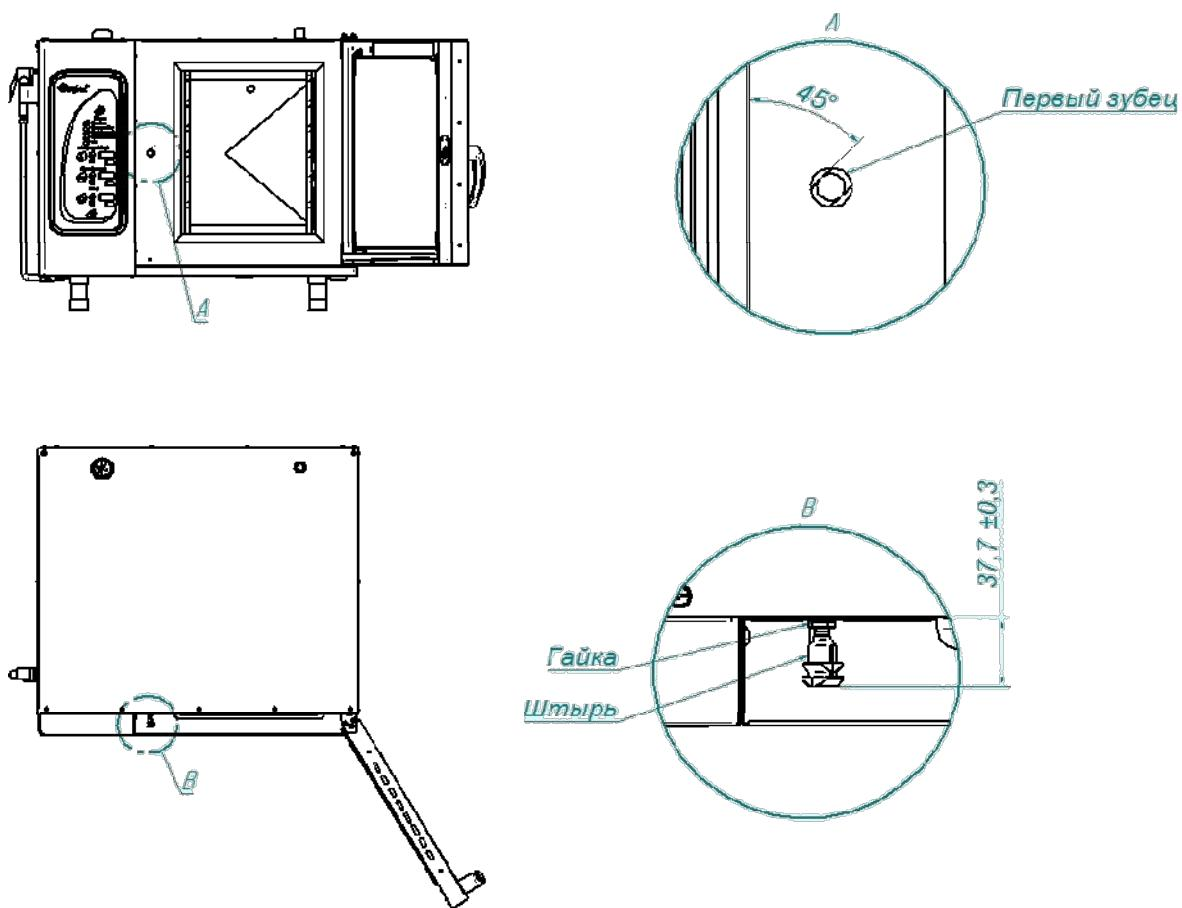

Рис. 11. Регулировка замкового устройства
При ослаблении уплотнителя двери пароконвектомата необходимо отрегулировать положение штыря (см. рис. 11). Для этого:
- отрегулировать положение штыря согласно указанным размерам и положению зубцов (при ослаблении профиля штырь необходимо закручивать, т.е. уменьшить размер 37,7мм, выдерживая угол 45^0 – см. рис. 11);